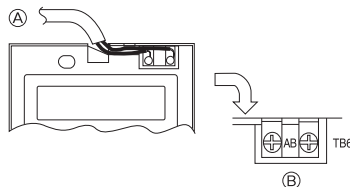

Fig. 5-7
2) Procedimientos de conexión (Fig. 5-7)